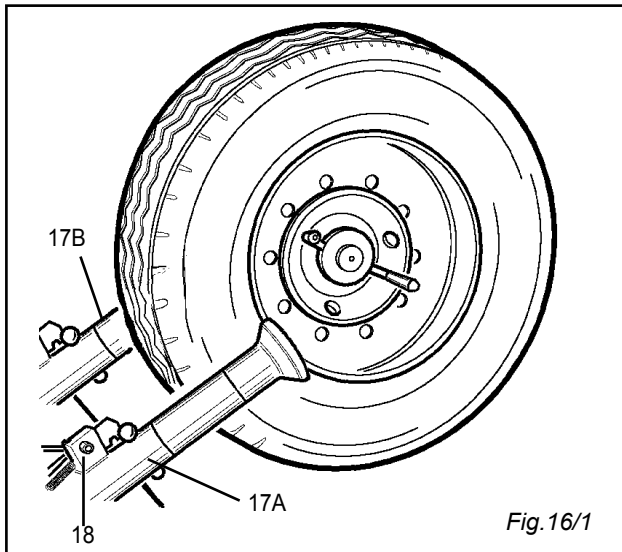

Fig. 16/1
2) Abbassare il braccio porta utensili (17A) in posizione di lavoro, fino a che si sarà agganciato con l'apposito cricchetto (18).
3) Abbassare anche il secondo braccio porta-utensili (17B) in posizione di lavoro, fino a che non si sarà agganciato con l'apposito cricchetto (18) (Fig. 16/1)
4) Agendo sulle leve (3) (4) fare in modo che il rullo di smontaggio del braccio dalla parte esterna (17A) si posizioni in prossimità del bordo del cerchione.(Fig. 16/1)
- 2) Set the tool-holder (17A) at work by lowering it until it gets hooked by the proper jack (18).
- 3) Set the second tool-holder (17B) at work too by lowering it until it gets hooked by the proper jack (18) (Fig. 16/1)
- 4) By means of levers (3) and (4) let the outside roller tool (17A) position itself close to the rim edge (fig.16/1)
- 2) Опустите консоль с монтажным роликом (17A) в рабочее положение, до тех пор, пока она не заблокируется посредством специальной ручки (18).
- 3) Опустите дополнительную (вторую) консоль с монтажным роликом (17B) в рабочее положение, до тех пор, пока она не заблокируется посредством специальной ручки (18) (Рис. 16/1)
- 4) Посредством переключателей (3) и (4) установите внешнюю консоль (17A) с монтажным роликом рядом с краем обода. (Рис. 16/1)
- 2) Werkzeugtragarm (17A) in Arbeitsstellung herunterlassen, bis er mit der bezüglichlichen Sperrklinke (18) festklemmt.
- 3) Zweiten Werkzeugtragarm (17B) auch in Arbeitsstellung herunterlassen, bis er mit der bezüglichlichen Sperrklinke (18) festklemmt (Abb.16/1).